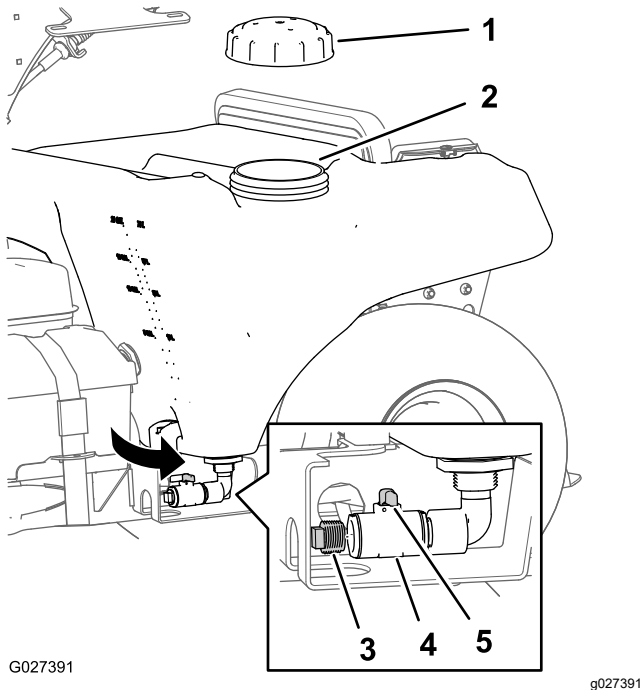

Figure 41
2. Vérifiez que les leviers de pulvérisation étroite et large sont en position DÉSACTIVÉE et que la manette du robinet de vidange de la cuve est tournée de 90° dans le sens antihoraire à la position FERMÉE (Figure 41).
4. Ouvrez le bouchon de la cuve du pulvérisateur (Figure 41).